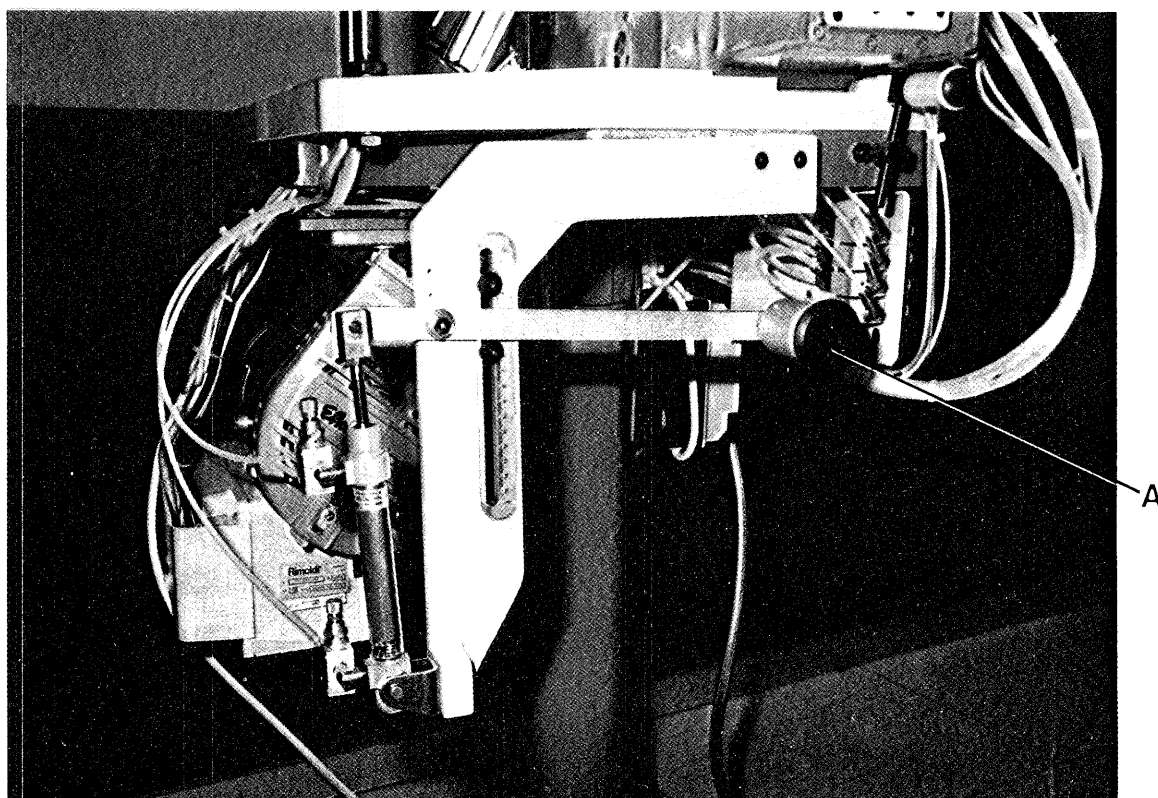

Fig. 4
- 5) Die Position des hinten unter dem Maschinenkopf angebrachten Spannwalzens A einstellen (Abb. 4).
- 5) Die Position des Spannwalzens A auf der Rückseite unter dem Maschinenkopf (Abb. 4) einstellen.